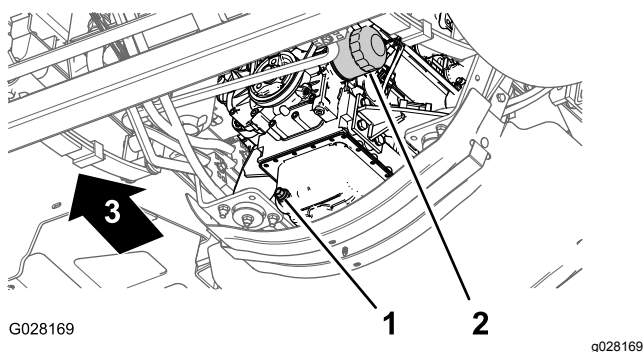

図 51
3. エンジンオイルフィルタの下にオイルを受ける容器をおく**図 51**。
4. 古いオイルフィルタ**図 51**を外す。
8. アダプタにフィルタを取り付け、ガスケットがアダプタに当たるまでフィルタを右に回し、そこから更に $\frac{1}{2}$ 回転増し締めする**図 51**。
1. ドレンプラグの下に、容量5.6リットル以上の大きさのオイル受け容器をおく**図 51**。
2. ドレンプラグ**図 51**を外して排出されるオイルを回収する。